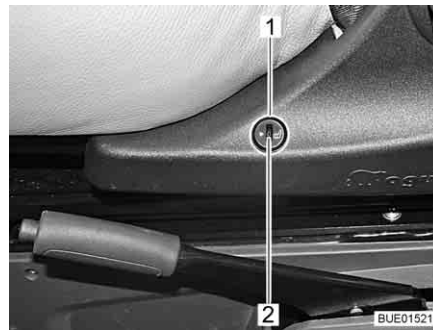

Fig. 26 Interrupteur du chauffage de siège
- Appuyer sur la partie inférieure de l'interrupteur (Fig. 26,1) disposé du côté gauche de la console de siège.
- Pour réduire la puissance du chauffage, tourner la molette (Fig. 26,2) dans le sens "0".
- Pour augmenter la puissance du chauffage, tourner la molette (Fig. 26,2) dans le sens "5".
- Appuyer sur la partie supérieure de l'interrupteur (Fig. 26,1) disposé du côté gauche de la console de siège.